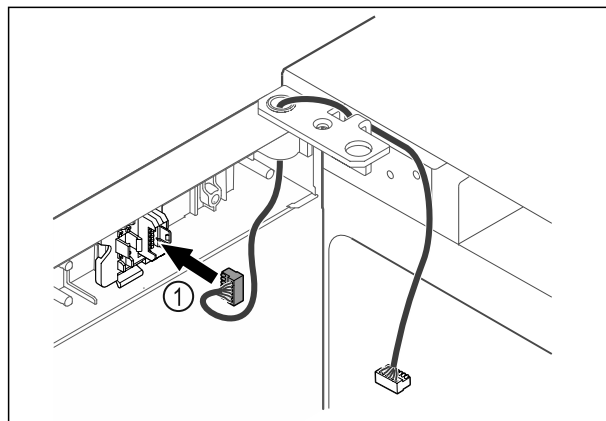

Fig. 37
- ▶ Zasuňte zástrčku Fig. 37 (1) do držáku zástrčky. -nebo-